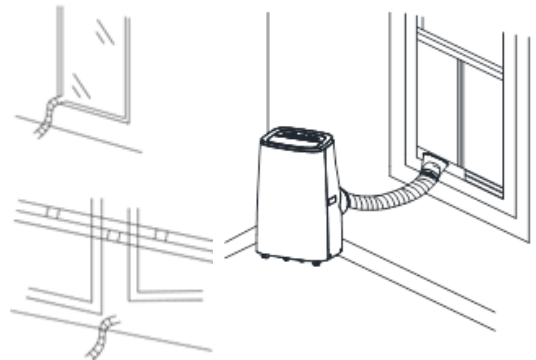

Fig.3
- Installation temporaire du tuyau d'air vicié : Veuillez faire passer l'extrémité libre du tuyau d'air vicié par votre fenêtre (voir fig.3).